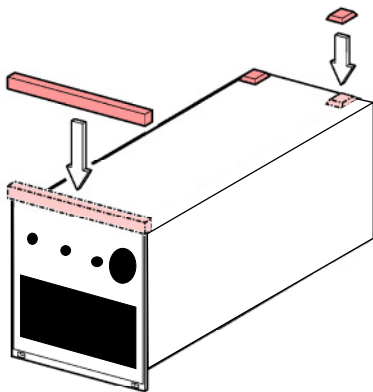

Abbildung 4 – Verwendung als Tischgerät
- Legen Sie das ROD-1 auf den Rücken (☞📖 Abbildung 4, Seite 9)